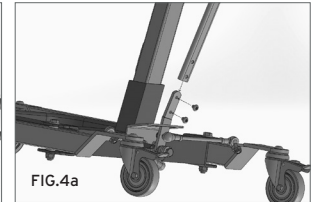

FIG.4a
- 6a. Inserire il pedale per l'apertura della base e bloccarla con le sue viti. (Fig.4a - per mod. RI840)